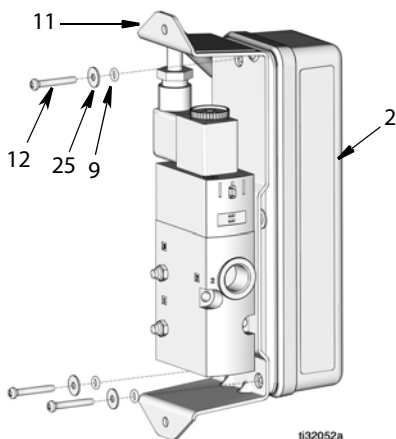

Рис. 39
8. Выровняйте корпус электроники регулятора пневматического насоса (2) относительно кронштейна (11). Установите уплотнительные кольца круглого сечения (9), шайбы (25) и винты (12), чтобы закрепить кронштейн на корпусе (Рис. 39).